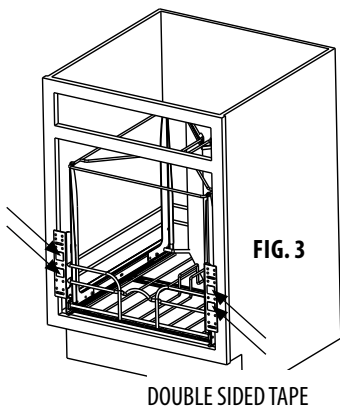

FIG. 3
STEP 5) USING THE DOUBLE SIDED TAPE PROVIDED, ALIGN THE DOOR WITH THE CABINET OPENING AND TEMPORARILY ATTACH THE DOOR TO THE UNIT. PULL THE FRAME AND DOOR OUT AND INSTALL #6 x 1/2" SCREWS. (FIG. 3)
Paso 5) Utilizando la cinta de doble lado, alinee la puerta con la abertura del gabinete y provisionalmente sujete la puerta a la unidad. Jale hacia afuera el marco y la puerta e instale los tornillos del #6 de 1/2". (FIG. 3)
Étape 5. En utilisant le ruban double adhésif fourni, alignez la porte avec l'ouverture de l'armoire et montez temporairement la porte à l'unité. Retirez le cadre et la porte et installez les vis #6 (1/2"). (FIG. 3)